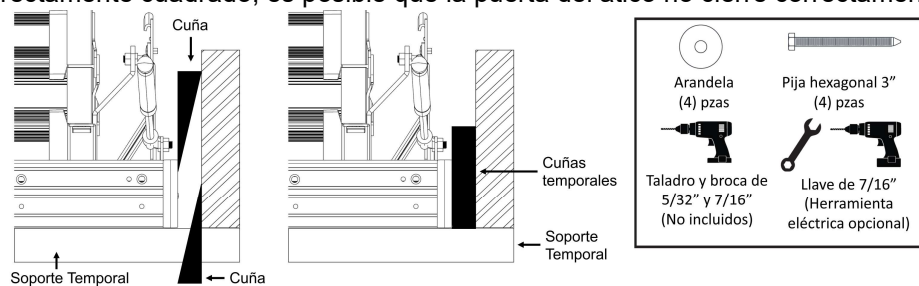
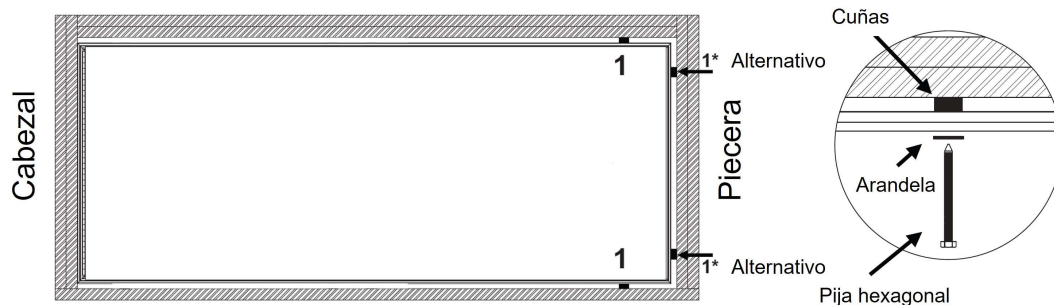
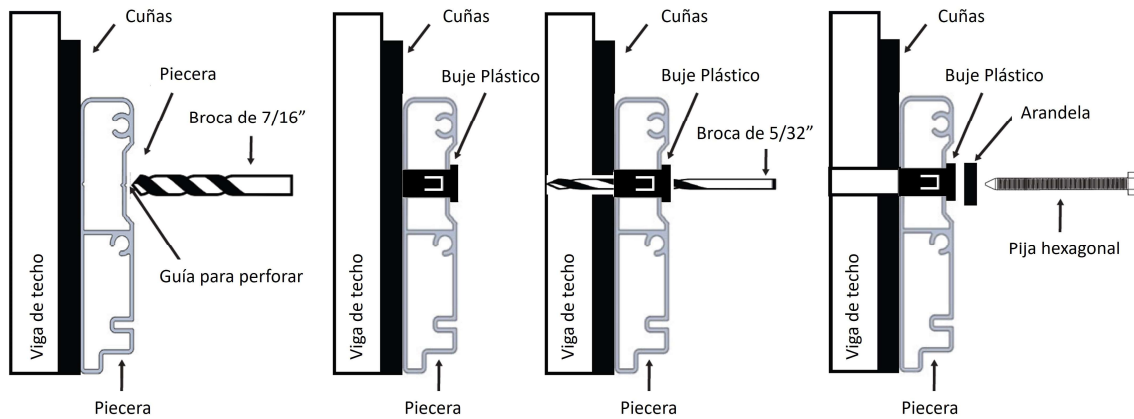

FIGURA 17 : COLOCACIÓN DE CUÑAS EN MARCO LATERAL
FIGURA 18 : PERFORANDO Y ASEGURANDO PUNTOS DE FIJACION EN MARCO LATERAL
FIGURA 19: INSTALACIÓN ALTERNATIVA (VER NOTA EN SECCIÓN N)
N. Instalador #1 y #2: Coloque cuñas desde arriba y desde abajo (ver **Figura 17**) en los 2 orificios pretaladrados en la posición 1 indicados en la **Figura 18**. Las cuñas deben brindar un soporte uniforme para que el marco de aluminio no se tuerza ni se doble. Taladre orificios guía de 5/32" de diámetro por 3" de profundidad en la viga del techo a través de los bujes plásticos de la posición 1, en cada lado. Instale las dos pijas hexagonales para asegurar la escalera del ático.
Si se usan las posiciones alternativas. Taladre 2 orificios con una broca de 7/16" desde el interior de la escalera **solo a través del perfil de la piecera de aluminio** (Ver la **Figura 19**) y céntralos en el lugar donde colocó las cuñas en la piecera en la Sección J. **En este punto, las cuñas de la piecera se convertirán en una parte permanente necesaria de la instalación.** Posteriormente, instale bujes plásticos siguiendo los mismos pasos que en la Sección B. Ver la **Figura 18 y Figura 19**. A continuación, taladre orificios de 3" de profundidad a través de los bujes plásticos, las cuñas y las vigas del techo. Finalmente, instale dos pijas hexagonales y dos arandelas en cada ubicación de la piecera para asegurar la escalera del ático. (Ver **Figura 19**)